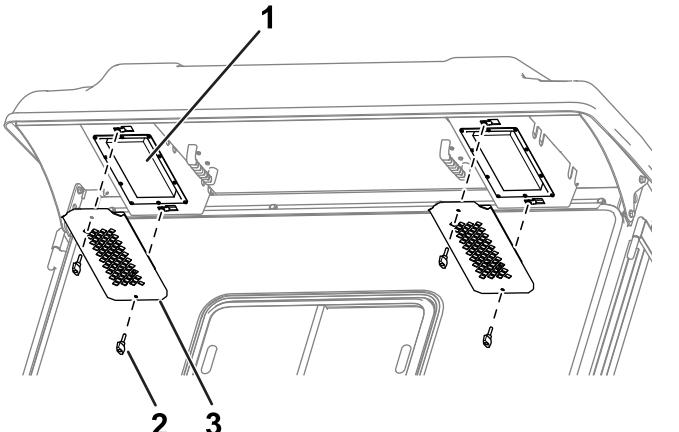

Рисунок 87
- Снимите ручки и решетки с задней выступающей части кабины (Рисунок 87).
- Установите фильтр в кабину с помощью ручек и решеток (Рисунок 87).